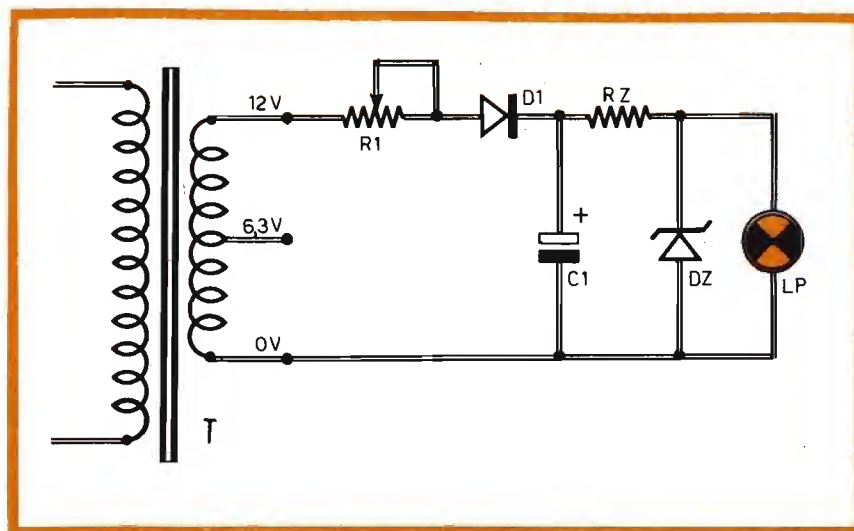

Fig. 13 - Con questo circuito è possibile controllare gli effetti stabilizzanti di un diodo zener quando varia la tensione di alimentazione.
Fig. 13 - La saldatura sui cavi coassiali richiede, prima della sua realizzazione, alcune particolari precauzioni. La guaina del cavo deve essere eliminata per un tratto di 3-4 cm (A); poi si piega il cavo in modo da far diradare le maglie della calza metallica (B); la calza metallica deve essere abbassata in modo da scoprire il cavetto interno del cavo (C); successivamente si provvede ad eliminare completamente la calza metallica, in modo da ottenere due elementi distinti (D); la calza metallica verrà poi arrotolata, così da apparire come un normale conduttore sul quale è possibile ottenere un'agevole saldatura a stagno (E). Se il cavo schermato non fosse stato così trattato, cioè se non si fossero separati la calza metallica dal cavetto conduttore vero e proprio, la punta del saldatore avrebbe provocato la fusione della guaina interna e un conseguente cortocircuito tra la calza metallica e il filo conduttore.